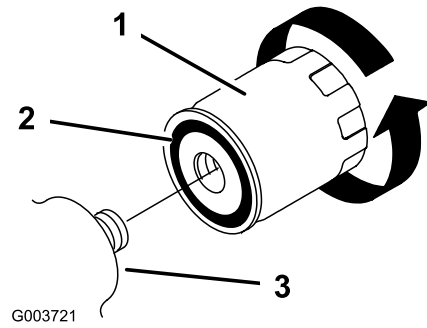

Figura 41
6. Aplique una capa fina de fluido hidráulico a la junta de goma del filtro nuevo (Figura 41).
7. Instale el filtro hidráulico nuevo en el adaptador del filtro (Figura 41). Apriete el filtro en el sentido de las agujas del reloj hasta que la junta de goma entre en contacto con el adaptador del filtro, luego apriete el filtro media vuelta más.
5. Retire el filtro usado (Figura 41) y limpie la superficie del adaptador del filtro.